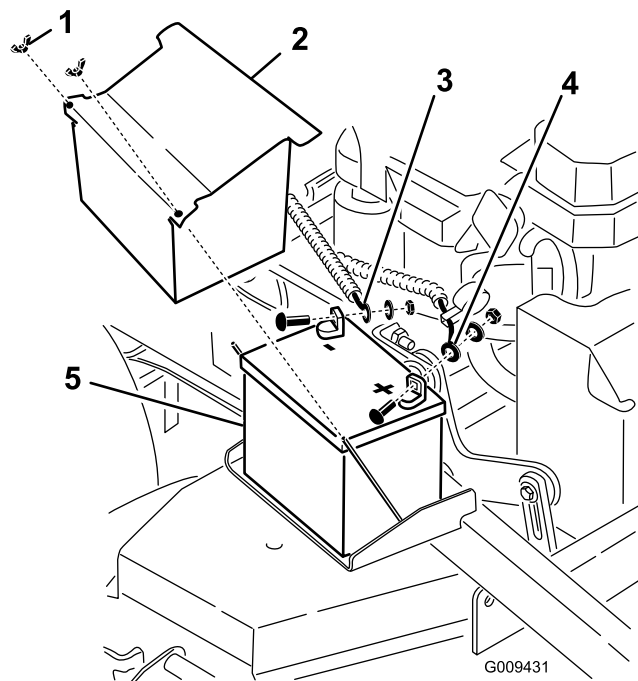

Figura 51
3. Levante a tampa de borracha preta no cabo negativo. Desligue o cabo negativo da bateria do terminal negativo (-) da bateria (Figura 51).
4. Retire a protecção do terminal vermelho do terminal positivo (vermelho) da bateria. Em seguida, retire o cabo positivo (vermelho) da bateria (Figura 51).
5. Retire a placa de suporte da bateria e guarde todas as peças (Figura 51) e retire a bateria.
1. Coloque a bateria na máquina (Figura 51).
3. Primeiro, instale o cabo positivo (vermelho) da bateria no terminal positivo (+) da bateria com uma porca, anilha e perno (Figura 51). Coloque a protecção de borracha no borne.
4. Em seguida, instale o cabo negativo da bateria e o cabo de massa no terminal negativo (-) da bateria com uma porca, anilha e perno (Figura 51). Coloque a protecção de borracha no borne.